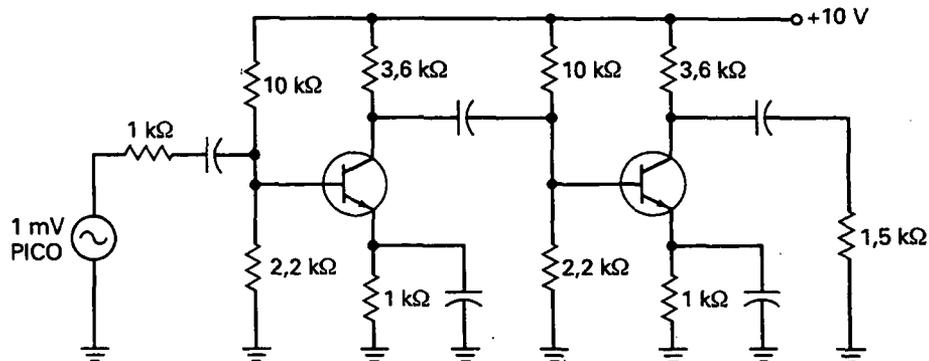

Figura 9-26
- 9-25. En el amplificador de dos etapas de la Figura 9-26, ¿cuál es la impedancia de entrada de la primera base si la ganancia de corriente en alterna es 250? Si el segundo transistor tiene $\beta = 100$, ¿cuál es la impedancia de entrada de la segunda base?
- 9-26. Dibuje el circuito equivalente para señal para la Figura 9-26 usando $\beta = 200$ para ambos transistores.